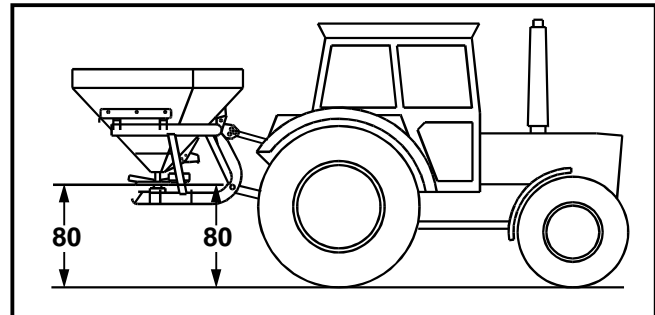

Fig. 7.1
Die Anbauhöhe des Streuers in beladenem Zustand auf 80 cm einstellen (Fig. 7.1). Gemessen wird an der Streuscheiben-vorder- (80) und -rückseite (80) jeweils ab Bodenoberfläche.